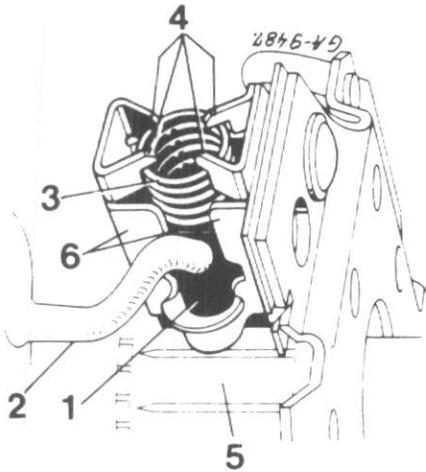

Figure 47
Attention lors du brasage de ne pas attaquer les conducteurs en cuivre (2) fig. 47 afin qu'ils conservent leur souplesse. Vérifiez la tension des ressorts de bobine (3), remplacez-les en cas de doute.